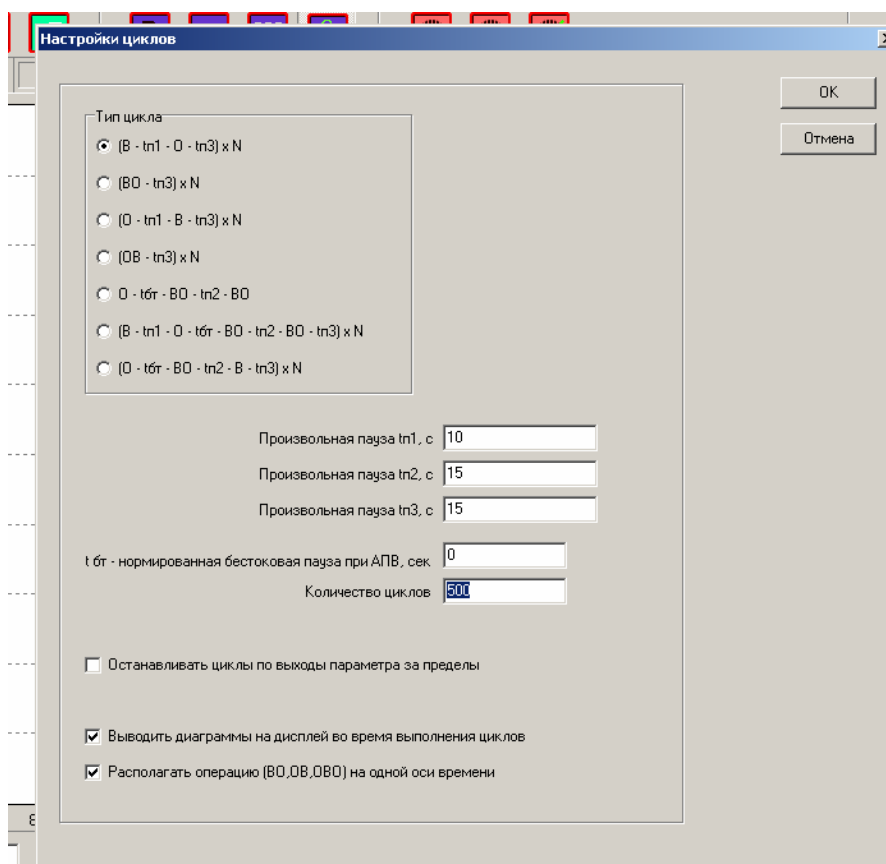

Рисунок 25
Циклы представляют собой набор операций ВО, проводимых программой в автоматическом режиме. Для настройки режима циклов используется кнопка «Настройка циклов» (13), в окне настройки циклов (рисунок 25) устанавливается тип циклов, проводимых в автоматическом режиме, количество циклов, временные параметры циклов и опции поведения программы во время проведения циклов.